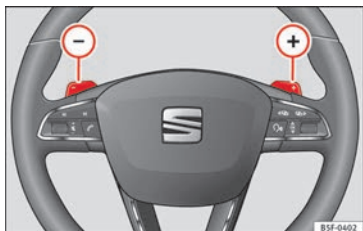

Fig. 168 Volante: leve per il cambio automatico.
- Premere la leva a bilanciere del cambio **(+)** per inserire una marcia superiore **» fig. 168**.